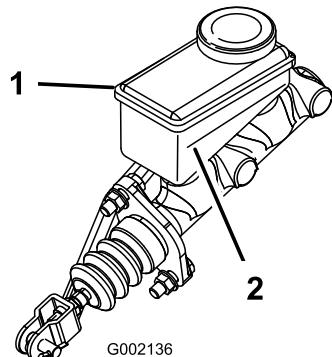

Figura 52
- Mire el contorno del nivel de aceite en el lateral del depósito (Figura 52).
- B. Añada líquido de frenos DOT 3 al depósito hasta que el nivel esté por encima de la línea de mínimo (Figura 52).